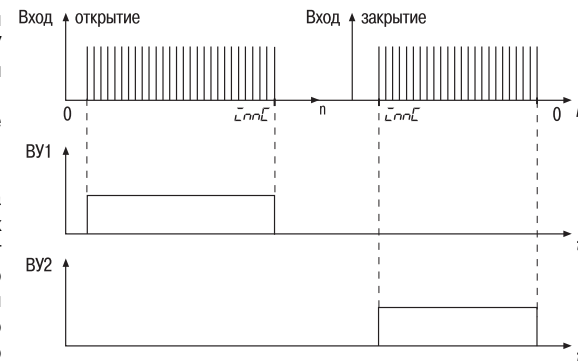

Рис. 9
3.2.9.1.3. При  $PrES = 2$  концевые положения определяются по достижении значения счетчика, равного значению параметра  $LnnL$  (рис.9).